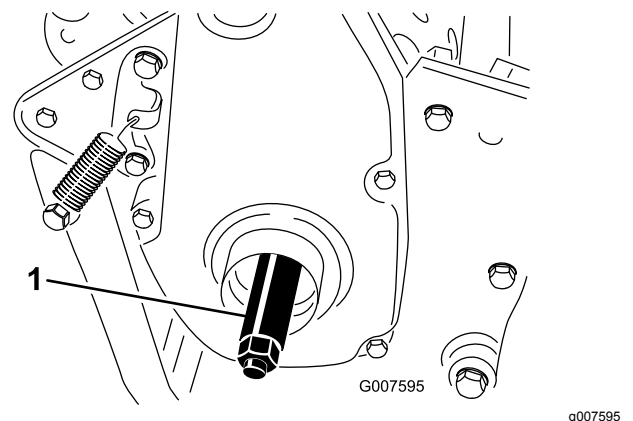

Figura 9
- Enrosque el eje de la rueda derecha en la polea de transmisión del lado derecho de la máquina (Figura 9).